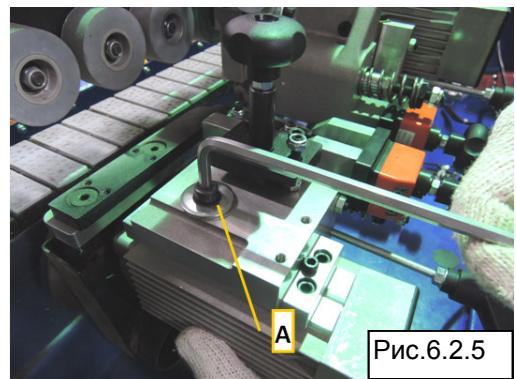

Рис.6.2.5
7. Установите двигатель в станок и протолкните его вперед. Затем затяните винт А (Рис. 6.2.5), чтобы зафиксировать положение двигателя.